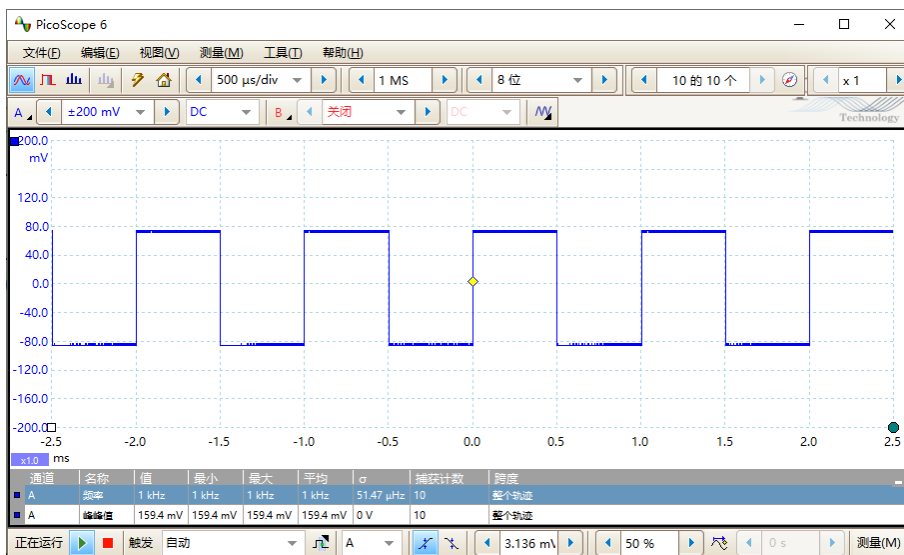

图 95. 待测信号参数图
3. 打开函数信号发生器电源，将参数设置为“波形：方波”、“幅值：160 mV_{pp}”、“频率：1 kHz”，待测信号的波形图如图95所示：